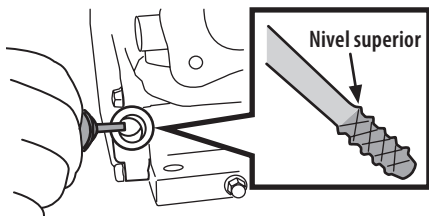

Figure 3
- **Bouchon sur le bloc-moteur :** Maintenir le niveau d'huile entre les repères haut (H) et bas (L) de la jauge à huile ou à la limite de débordement dans le cas d'un moteur sans jauge à huile (Figure 3).
1. Retirez le bouchon et essuyez la jauge (Figure 3).
3. Enlevez le capuchon de remplissage de l'huile. Si le niveau d'huile est bas, ajoutez lentement de l'huile jusqu'à ce que le niveau d'huile soit entre les repères haut (H) et le bas (L) (Figure 3).